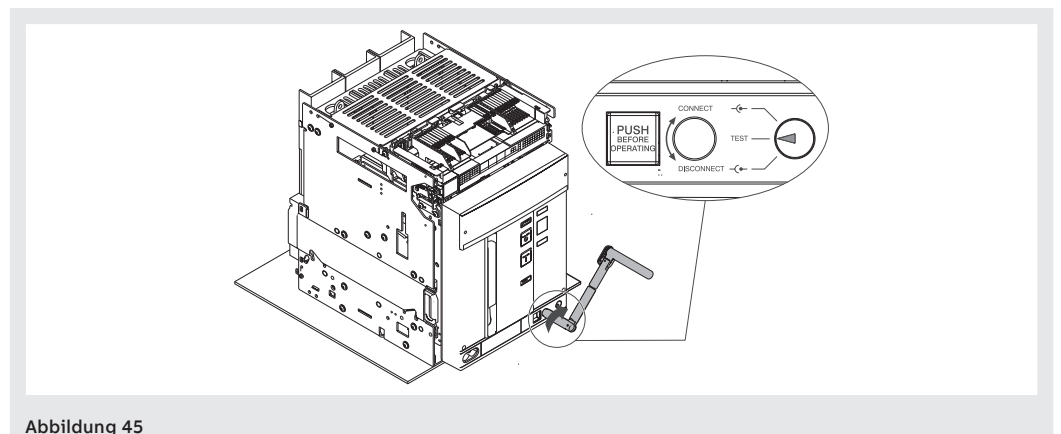

Abbildung 45
10. Die Handkurbel im Uhrzeigersinn drehen, bis die Taste austritt. Die Anzeige meldet nur die Stellung des Leistungsschalters in der Position **TEST**. Siehe Abbildung 45.